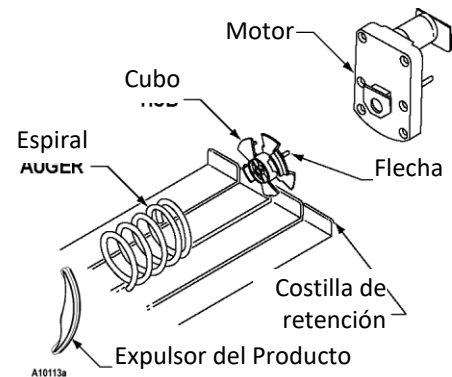

Fig 17
3. Gire la espiral a la posición deseada y vuelva a insertar el cubo (acoplamiento espiral) en el motor. El cubo debe asentarse sobre el riel vertical o la costilla de retención en la bandeja como se muestra - Fig. 17